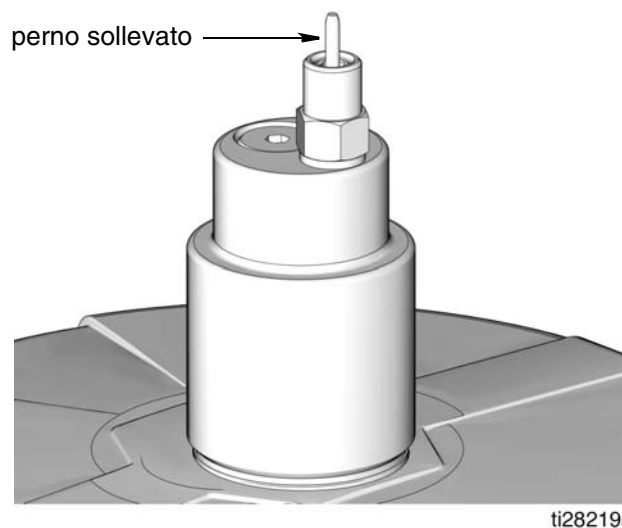

FIG. 27
2. Collegare il flessibile di alimentazione (J) e l'attacco rapido (V).
3. Ruotare la pompa della stazione di riempimento remoto (F) e riempire il serbatoio G3 (D) finché il perno indicatore della valvola di riempimento automatico non si solleva, come illustrato in FIG. 27. La pressione della pompa di riempimento (F) aumenta e la pompa entra in stallo.